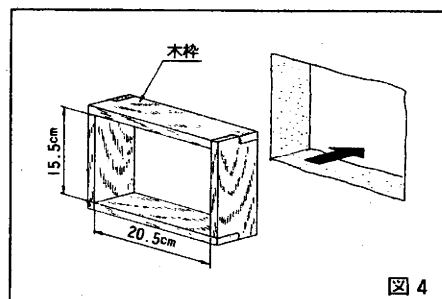

図4
- 包装箱に印刷してある木枠寸法または換気扇の寸法を基準にして、15mm以上の板材を使用して木枠を作ります。(図4)
- 包装箱に印刷してある木枠寸法または換気扇の寸法を基準にして、15mm以上の板材を使用して木枠を作ります。（図4）